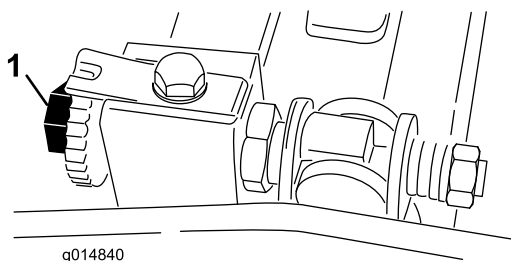

图46
3. 旋转滚刀，使一片刀片经过滚刀组右侧第一个与第二个底刀螺丝之间的底刀刀刃（图46）。
6. 向右转动底刀架调节螺丝，左右滑动薄垫片，直至感到薄垫片上存在轻微的压力（如拉力）（图46）。